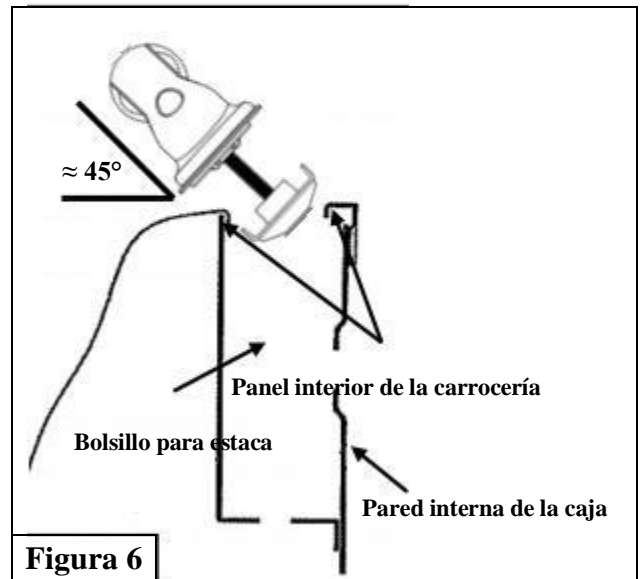

Figura 6
10. Inserte los extremos de fundición con la junta de plástico del conductor delantero en el orificio del bolsillo frontal del conductor con un ángulo de aproximadamente 45° en la orientación que se muestra en la (**Figura 6**).
IMPORTANTE: ambas bridas del soporte deben descansar en el panel de la carrocería interna para una instalación segura. Consulte (Figura 6) para conocer las ubicaciones.